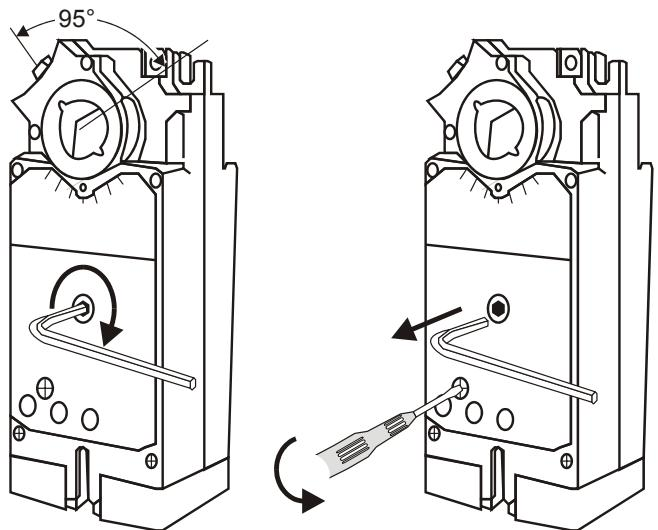

Fig. 3. Positionnement manuel
2. Insérer la clé hexagonale suivant la Fig. 3.